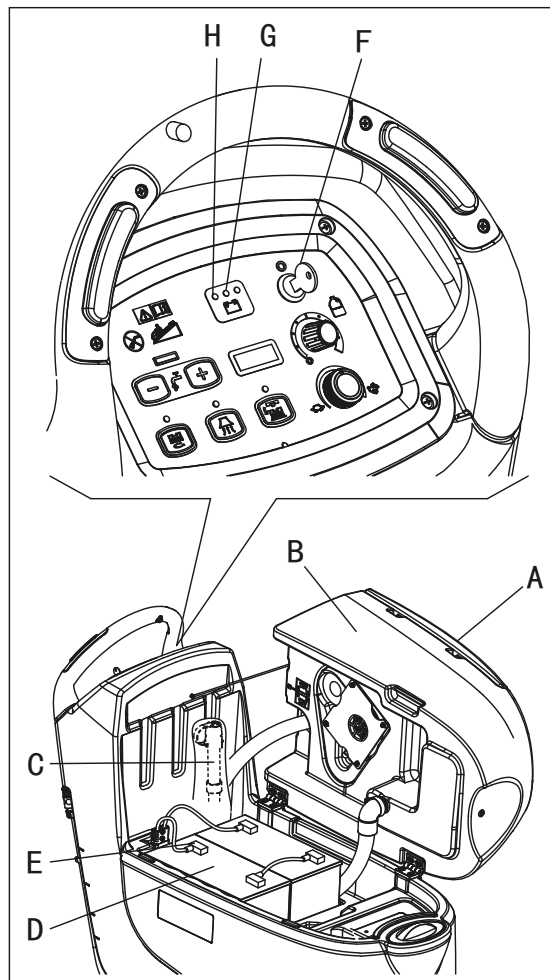

Figura 16
Cargue las baterías cuando se ilumina la luz de aviso amarilla (G, figura 16) o la roja (H), o al terminar la limpieza.